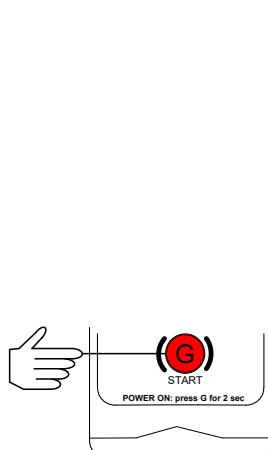

Abbildung 3
1. Halten Sie G 2 Sekunden lang gedrückt (Abb. 3).